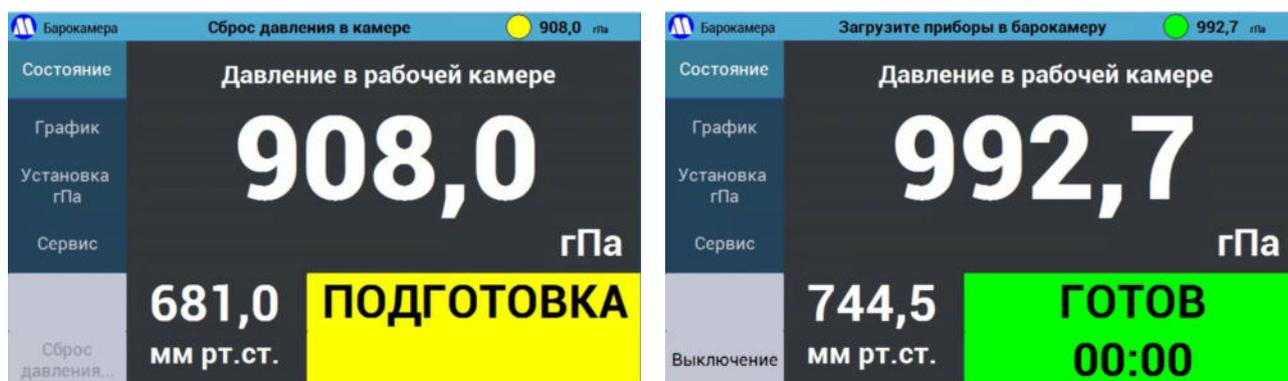

Рисунок 23 – Включение установки.
8.2.2. При включении питания контроллера несколько секунд осуществляется загрузка операционной системы. Далее осуществляется автоматическая проверка контроллера, в ходе которой проверяется исправность внутренних модулей, измеряется атмосферное давление. Во время включения и проверки индикатор статуса установки желтый, статус «Подготовка» (Рисунок 23 слева).
8.2.4. По завершении выполнения подготовительных операций статус контроллера меняется на «ГОТОВ», что сопровождается зеленым цветом индикатора состояния (Рисунок 23